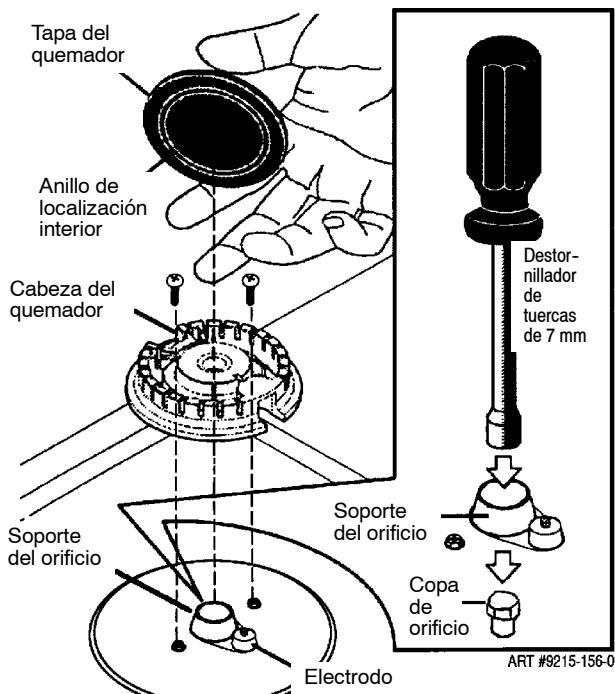

FIGURA 6
Paso 2: Retire la base del quemador quitando 2 tornillos. (Vea la figura 6).